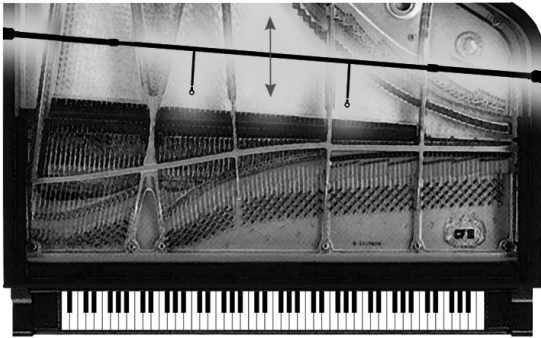
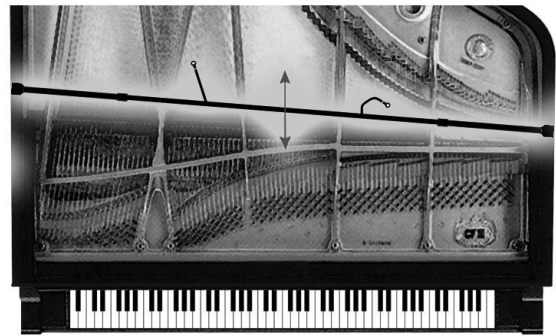

Рис.5
Рис.6
5. Система может быть размещена внутри рояля с микрофонами направленными на демпферы (рис.5) или от них (рис.6). Для достижения оптимальных результатов PianoMic System™ должна быть помещена в рояль так, чтобы микрофоны находились на расстоянии от 5 до 7,5 см от демпферов. Расположение PianoMic System™ зависит от размера и конфигурации рояля. Лучше всего расположить её так, чтобы опорные кронштейны не находились на изогнутой части корпуса рояля.